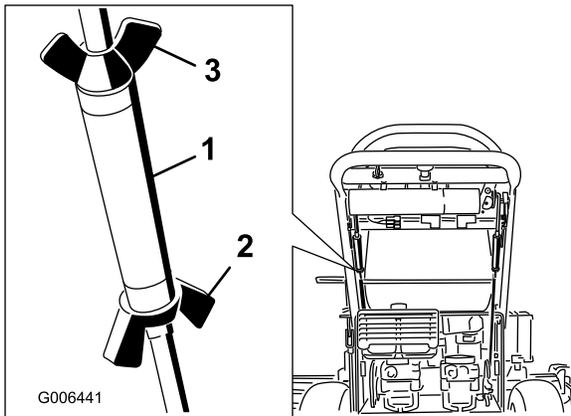

Bild 30
3. Befestigen Sie die Spannschraube mit der Flügelmutter (Bild 30).
5. Befestigen Sie die Spannschraube mit der Flügelmutter (Bild 30).